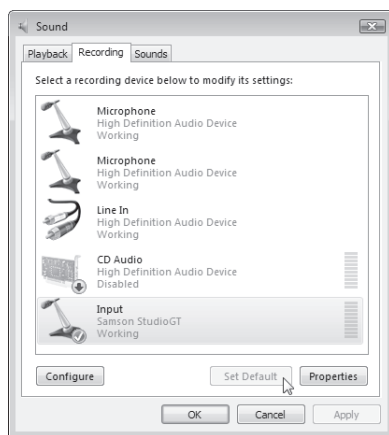

Figura 2
4. Se non sono il Dispositivo Predefinito, potete sceglierli come tale nelle regolazioni delle Proprietà Audio del Pannello di Controllo (figura 2).